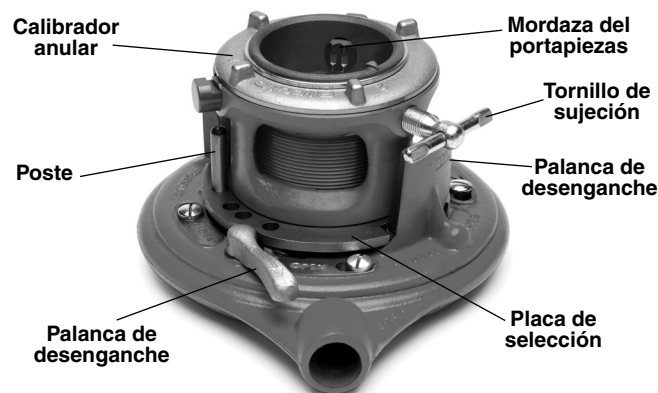
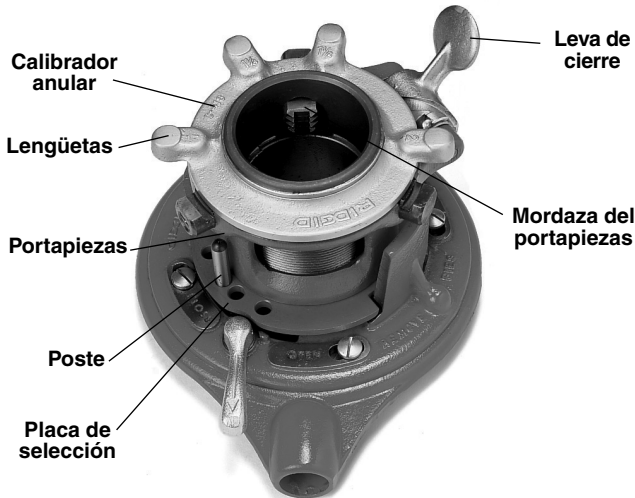

Figura 1 – Roscadora 65R-C
Figura 2 – Roscadora 65R-TC
65R-C: Gire el calibrador anular hasta que el tamaño del tubo concuerde con la marca encima del portapiezas (Figura 1).
65R-TC: Gire el calibrador anular hasta que el tamaño del tubo se alinee con la leva de cierre (Figura 2).
7. Asegure el portapiezas en torno al tubo apretando el tornillo de sujeción (Figura 1) o la leva de cierre (Figura 2).
1. Ponga la Roscadora en la posición que se muestra en la Figura 1 y desatornille el portapiezas hacia arriba hasta que la placa de selección haya franqueado el poste. Gire la palanca de desenganche a la posición de OPEN (abierta).